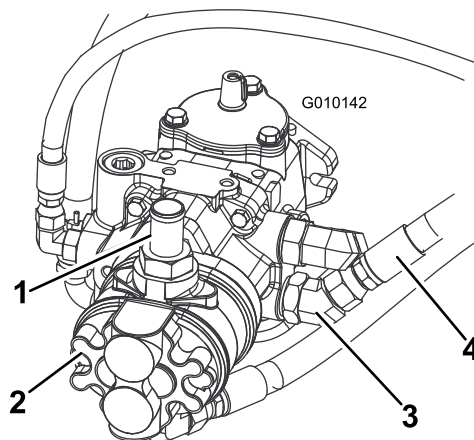

Bild 3
- Schließen Sie den oberen Schlauch von der Pumpe ab, um das Hydrauliköl aus dem Behälter abzulassen (Bild 3).